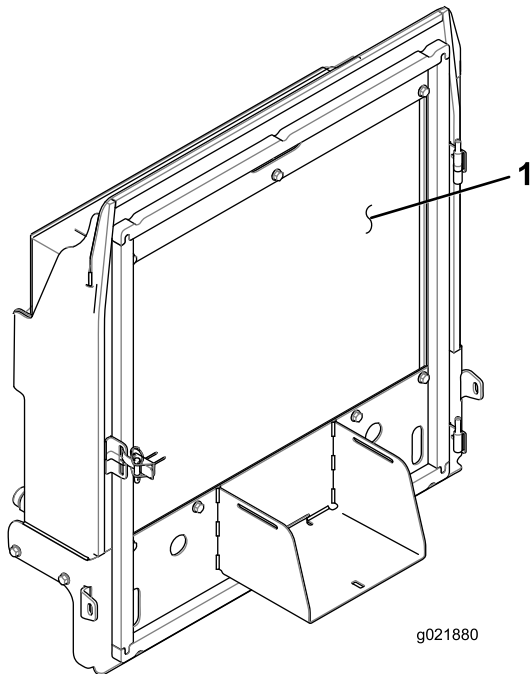

Bild 96
4. Reinigen Sie beide Seiten des Kühlers bzw. Ölkühlers gründlich mit Druckluft (**Bild 96**).